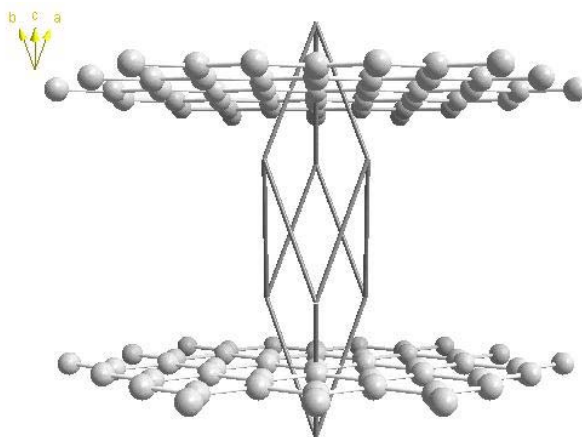

図 72: 菱面体の単位格子と炭素からなる 2 つのレイヤとの位置関係が示されています。
- “Center+ Adjust”ボタン()を押し、全体像がウィンドウにフィットするように調整します(図 72)。